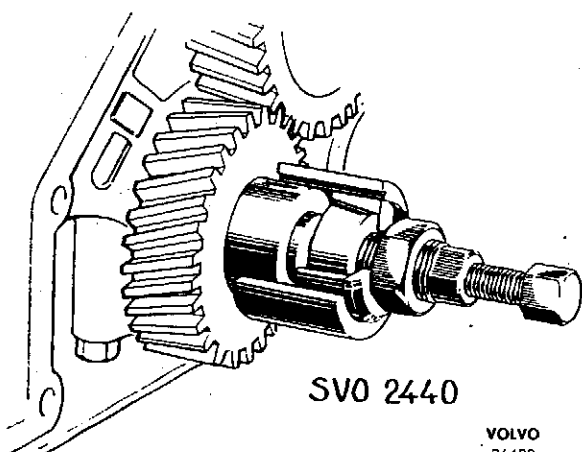

Abb. 23. Ausbau der Nabe von der Kurbelwelle
3. Die Nabe an der Kurbelwelle mit dem Abzieher SVO 2440 ausbauen. Siehe Abb. 23. Vor dem Ansetzen des Werkzeugs muß die große Mutter etwas zurückgeschraubt werden, so daß der Konus nicht gespannt ist.